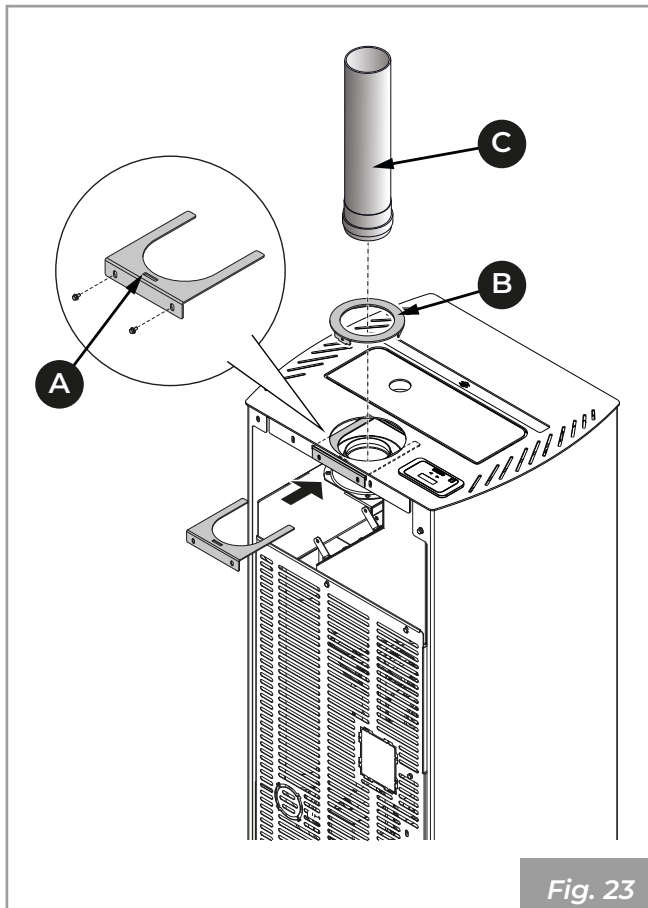

Fig. 23
- Collegare il tubo uscita fumi **(C)** (**Fig. 23**).